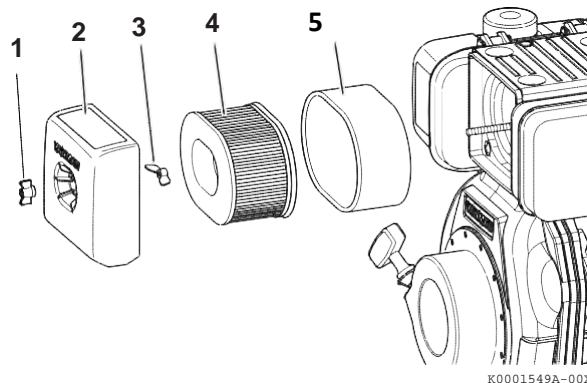

Figura 7
1. Rimuovere il dado a farfalla (**Figura 7, (1)**).
2. Rimuovere il coperchio filtro (**Figura 7, (2)**).
3. Rimuovere il dado a farfalla **gura 7, (3)**.
4. Rimuovere l'elemento filtro aria (**Figura 7, (4)**) e l'elemento esterno di spugna (**Figura 7, (5)**).
7. Pulire l'interno del coperchio del filtro (**Figura 7, (2)**).
8. Installare la cartuccia filtro aria (**Figura 7, (4)**) nel suo alloggiamento. E controllare accuratamente che la cartuccia del filtro aria sia bene in sede e allineata correttamente.
9. Installare il dado a farfalla (**Figura 7, (3)**) e serrare a mano. Un serraggio eccessivo del dato ad alette danneggerà il gruppo filtro.
10. Fare scorrere l'elemento esterno in spugna (**Figura 7, (5)**) sull'elemento di filtraggio aria (**Figura 7, (4)**).
11. Installare il coperchio del filtro (**Figura 7, (2)**).
12. Installare il dado a farfalla (**Figura 7, (1)**) e serrare a mano. Un serraggio eccessivo del dado a farfalla danneggerà il gruppo filtro.